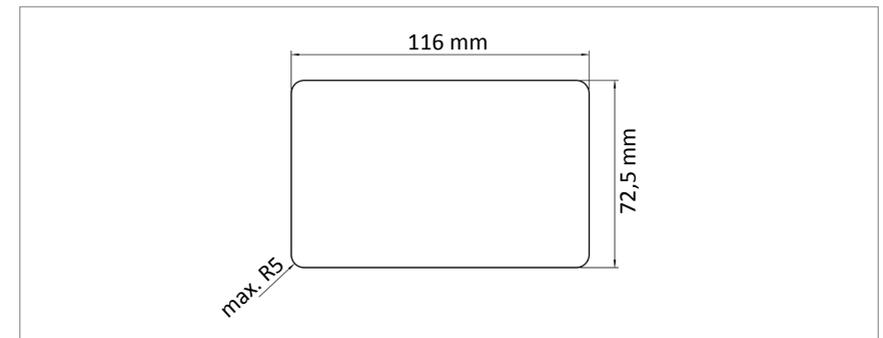

Abb. 7: Erforderliche Maße der Wandöffnung
- Wandöffnung entsprechend den Maßen in Abbildung 7 herstellen.